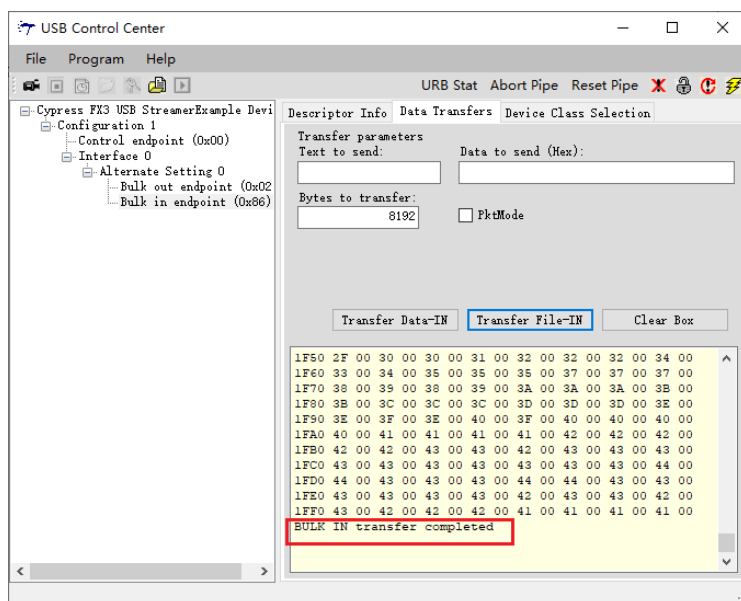

图 1-28 数据传输完成界面显示
9. Cypress 软件接收数据，并提示传输成功。如下图 1-28 所示。